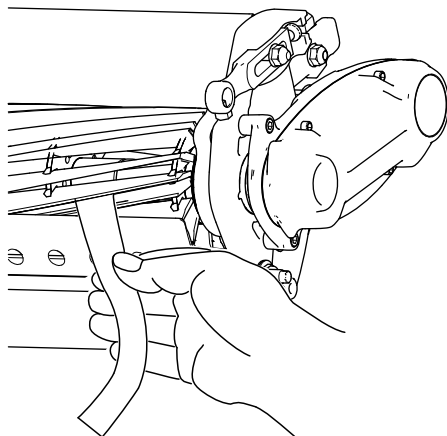

Figura 6
- B. Inserite una lunga striscia di carta di verifica del taglio (n. cat. Toro 125-5610) tra il cilindro e la controlama, perpendicolarmente alla controlama (Figura 6), poi **lentamente** ruotate il cilindro in avanti: dovrebbe tagliare la carta; in caso contrario, ripetete i passaggi A e B finché non la taglia.
11. Inserite una lunga striscia di carta di verifica del taglio (n. cat. Toro 125-5610) tra il cilindro e la controlama, perpendicolarmente alla controlama (Figura 6), poi **lentamente** ruotate il cilindro in avanti: dovrebbe tagliare la carta; in caso contrario, ruotate ciascuna vite di regolazione della barra di appoggio di uno scatto e ripetete questo passaggio fino a quando la carta non viene tagliata.